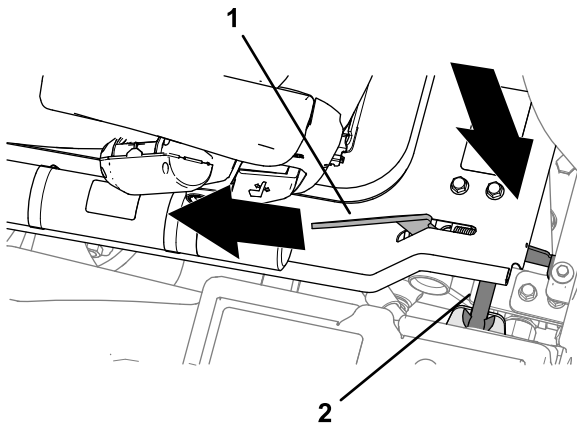

Figura 43
2. Cuando la plataforma se acerque a la posición de totalmente bajada, mueva la palanca de cierre de la plataforma (Figura 43) hacia la parte delantera de la máquina.